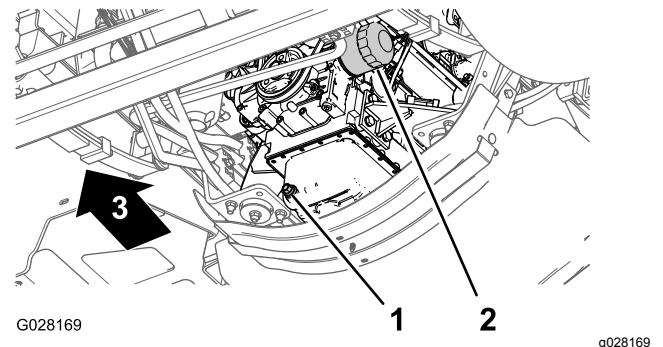

Figura 71
3. Alinhe um recipiente de escoamento debaixo do filtro de óleo do motor (Figura 71).
4. Retire o filtro do óleo antigo (Figura 71).
8. Instale um filtro do óleo no adaptador do filtro, rode o filtro de óleo no sentido horário até que a junta de borracha entre em contacto com o adaptador do filtro; em seguida, aperte o filtro mais 1/2 de volta (Figura 71).
1. Alinhe um recipiente de escoamento com o tampão de escoamento (Figura 71).
2. Retire o tampão de escoamento (Figura 71) e deixe o óleo escoar completamente.